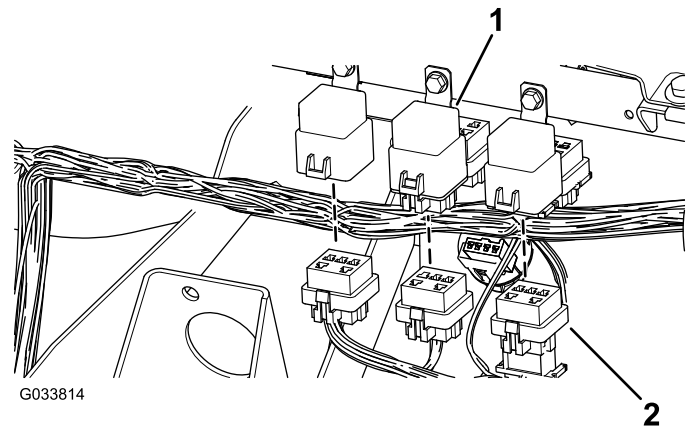

図 8
2. ワイヤハーネスのコネクタを3つのリレーに接続する 図 8。